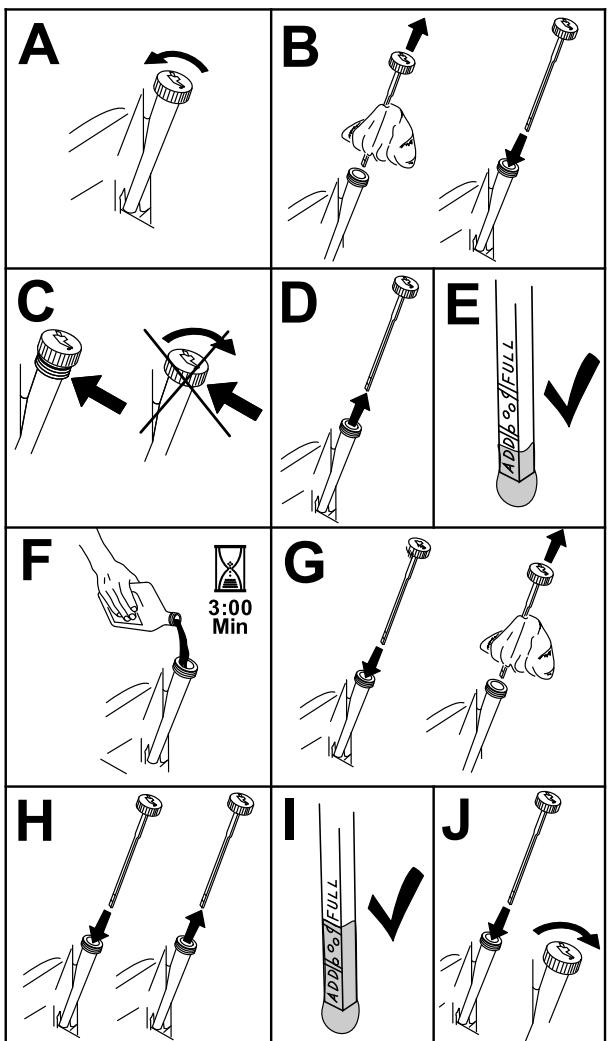

Figura 31
3. Para que no entre suciedad, recortes de hierba, etc., en el motor, limpia la zona alrededor del tapón de llenado/varilla de aceite antes de retirarlo (Figura 31).